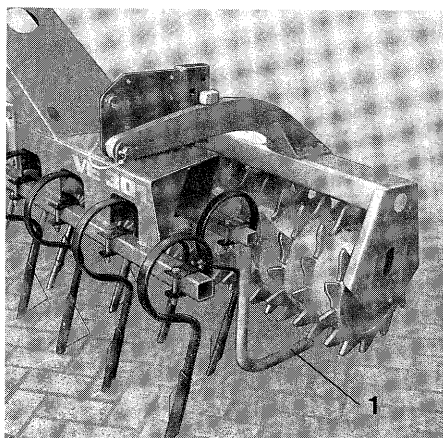

Fig. 18
Après accouplement du VIBRAZONE au tracteur, retirer les béquilles (fig. 18/1) fixées sur les deux côtés du VIBRAZONE. Dans le cas où le VIBRAZONE doit être remis sans le rouleau-packer, réintroduire d'abord les béquilles sur les deux côtés du VIBRAZONE dans le tube carré en suivant les indications fournies ci-après :
- Fig. 18, cas du VIBRAZONE avec dents pointées en avant,